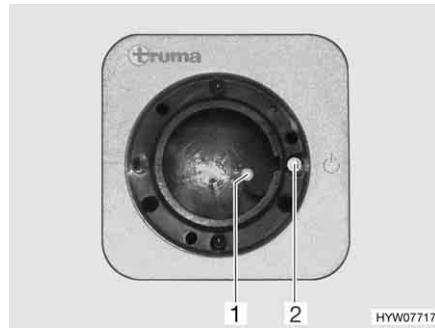
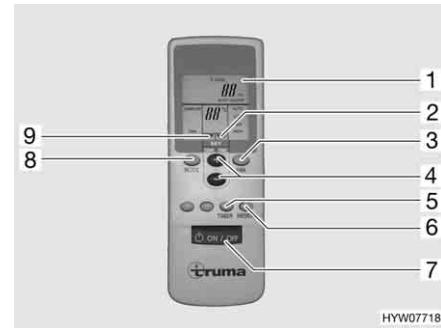

Fig. 97 Ricevitore
Fig. 98 Telecomando
- Accendere il telecomando con l'interruttore (Fig. 98,7). La spia verde di controllo (Fig. 97,1) indica la modalità di raffreddamento.
- Impostare la modalità di funzionamento desiderata con il tasto (Fig. 98,8).
- In caso di necessità, impostare con i tasti (Fig. 98,3 e 4) la potenza della ventola desiderata e la temperatura dell'ambiente. La freccia (Fig. 98,9) indica la modalità di regolazione selezionata.
- ▷ Sul ricevitore si trova un ulteriore interruttore a tasto (Fig. 97,2) con il quale è possibile spegnere e accendere l'impianto di climatizzazione anche senza il telecomando. Quando l'impianto di climatizzazione viene acceso mediante questo interruttore a tasto, viene selezionata automaticamente l'ultima modalità di funzionamento impostata con il telecomando.
- Per spegnere, premere nuovamente il tasto (Fig. 98,7) al telecomando.
- Per programmare l'impianto di climatizzazione, accendere con il tasto (Fig. 98,7) sul telecomando.
- Con i tasti (Fig. 98,8, 3 e 4), impostare la modalità di funzionamento e la temperatura dell'ambiente desiderate.
- Selezionare la funzione desiderata (Fig. 98,1) con il tasto (Fig. 98,5):
- Selezionare il tempo di commutazione desiderato (da 1 a 15 ore) con il tasto (Fig. 98,4). La freccia (Fig. 98,2) lampeggi e indica la modalità di regolazione.
- ▷ Con il tasto (Fig. 98,6) le impostazioni del telecomando vengono ripetutamente inviate al ricevitore.